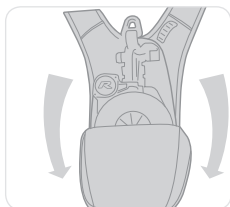

Figura 5
- Abra la mochila con el dispositivo de descenso (consulte la figura 5).